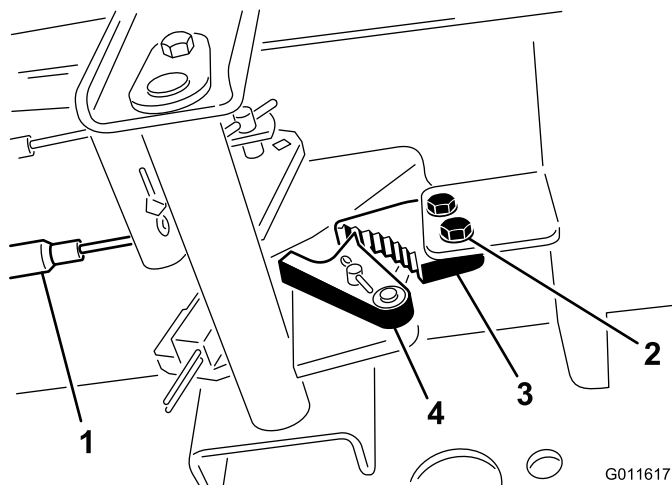

Figura 66
1. Solte os 2 parafusos que prendem a lingueta do travão de estacionamento à estrutura (Figura 66).
2. Carregue no pedal do travão para a frente até o detentor do estacionamento engatar completamente na lingueta do travão (Figura 66).